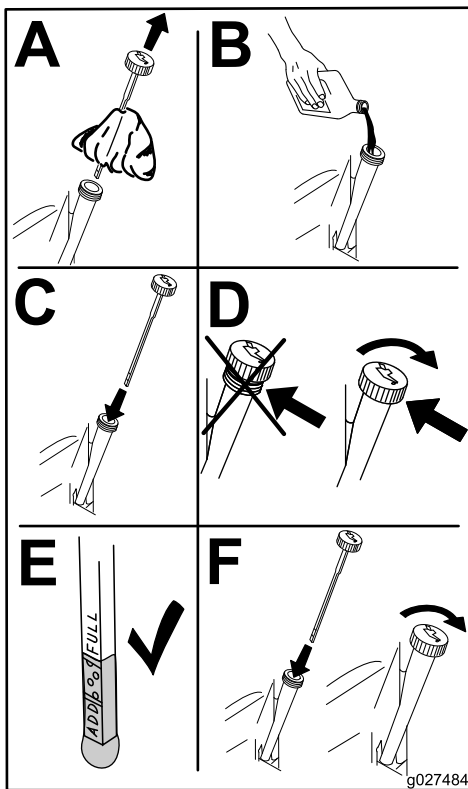

Figura 22
4. Versate lentamente circa l'80% della quantità d'olio specificata nel foro di riempimento (Figura 22).
5. Attendete 3-5 minuti che l'olio si stabilizzi, poi verificate il livello dell'olio (Figura 22).